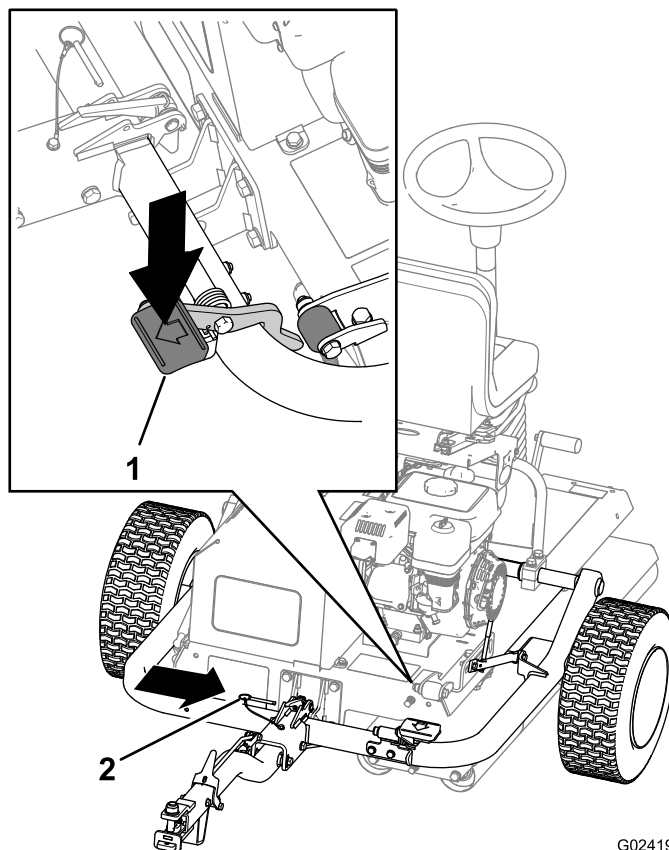

Bild 7
5. Treten Sie auf das Anbauvorrichtungspedal, bis die Anbauvorrichtung einrastet (Bild 7).
6. Stecken Sie den Arretierbolzen ein (Bild 7).